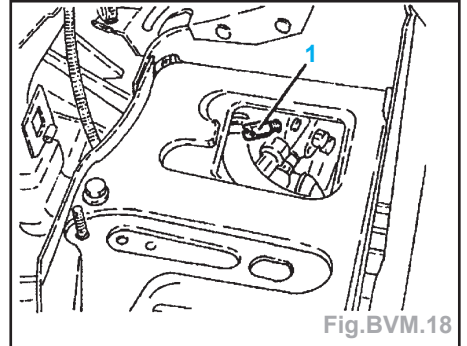

Fig.BVM.18
- Desserrer la vis de purge (1) (Fig.BVM.18) sur le groupe de commande hydraulique.